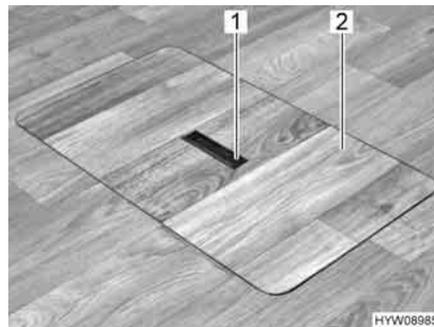
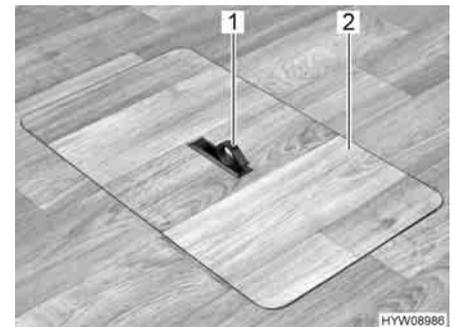

Fig. 58 Copertura vano pavimento (maniglia abbassata)
Fig. 59 Copertura vano pavimento (maniglia estratta)
- Spingere la piastra di presa (Fig. 58,1) verso il basso da un lato. La maniglia (Fig. 59,1) viene ruotata verso l'alto.
- Alzare la copertura (Fig. 59,2).
- Collocare la copertura (Fig. 59,2) nell'intelaiatura presente sul fondo.